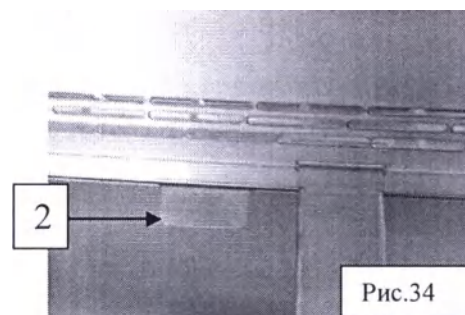

Рис.34
1. Чтобы удалить сегмент сетки нажмите на два выступа [2], рис.34, вниз и потяните на себя пока сетка не будет удалена.